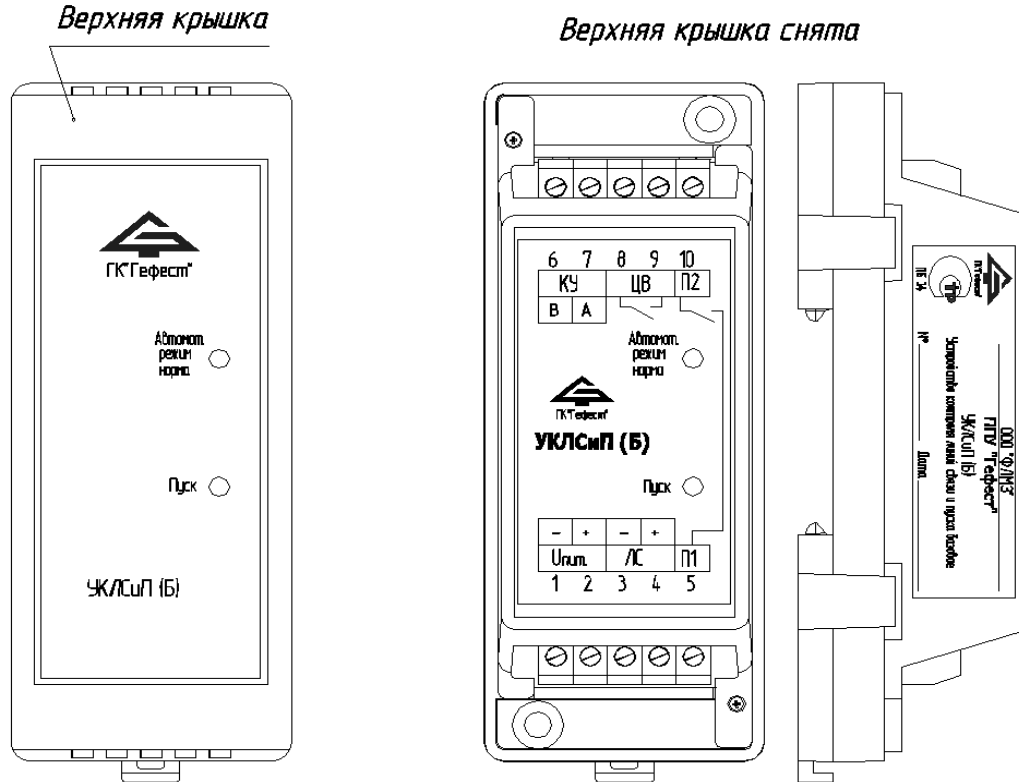

Рис.1
4.1 Внешний вид УКЛСиП (Б) представлен на рис. 1.